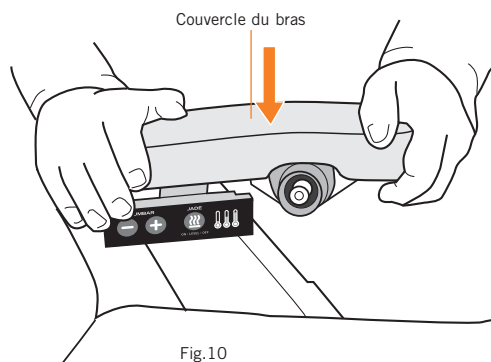

Fig.10
6. Tout en tenant le boîtier fermement en place, placez le protège-accoudoir en position et appuyez fermement (Fig. 10).